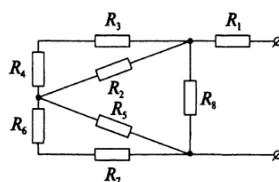

Рис. 2
3. Определить эквивалентное сопротивление цепи (рис. 2), состоящей из резисторов каждый по 12 Ом .